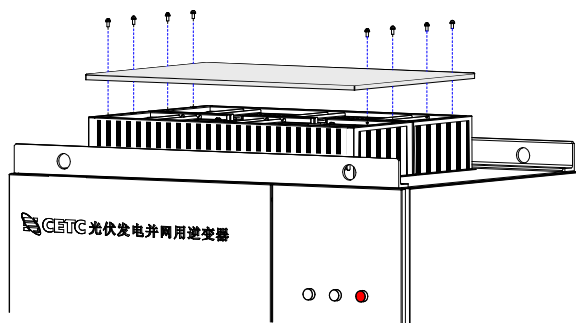

图 4-12 拆除逆变器风扇上部盖板示意图
- 第二步：将散热风道固定在机柜顶部，SSI250K3G-B 逆变器安装时一共安装 12 个 M6 组合螺钉（机柜自带），SSI250K3G-A 逆变器安装时一共安装 14 个 M6 组合螺钉（机柜自带），如图 4-12。